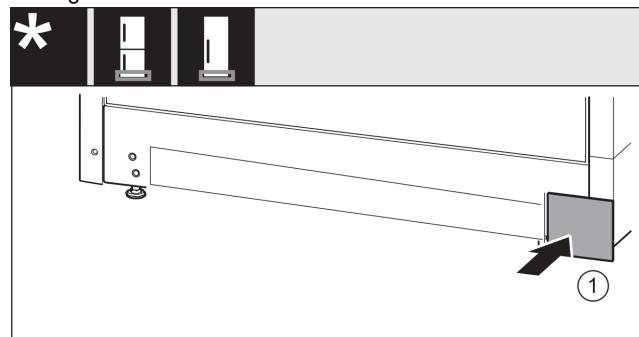

Fig. 17
- Ponovno nataknite poklopac Fig. 17 (1) na drugu stranu.